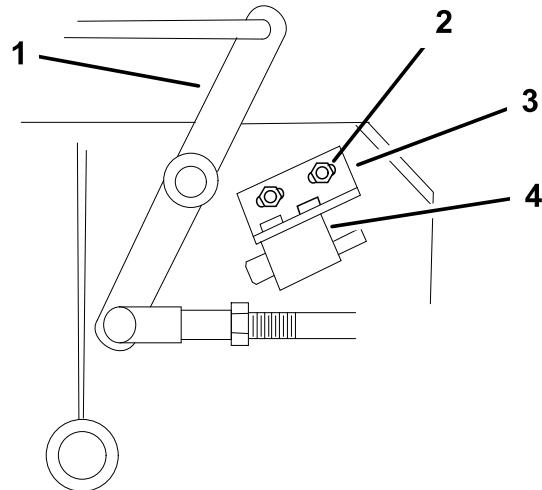

Figura 49
4. Si es necesario, ajuste el interruptor de seguridad de la cuchilla aflojando los pernos que sujetan el soporte del interruptor (Figura 49).
**Nota:** Asegúrese de que la palanca acodada **no** toca el cuerpo del interruptor, porque esto podría dañar el interruptor (Figura 49).